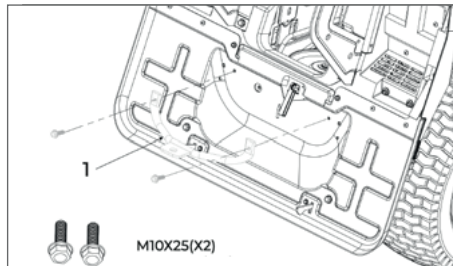

Рис. 10
**6.9 Установка прицепного устройства (рис.10)**
- Установите прицепное устройство (рис. 10, поз. 1) с помощью 2 болтов (M10x25).